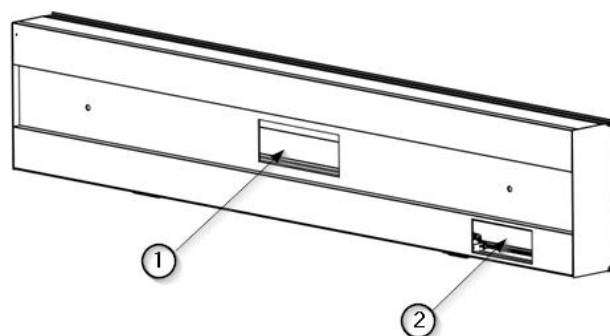

Fig. 1 Entrées d'alimentation sur l'équipement AIS
Les entrées d'équipement AIS sont situées à l'arrière. L'entrée centrale est destinée aux gaz ① et l'entrée inférieure à l'équipement électrique ②. Voir figure 1.